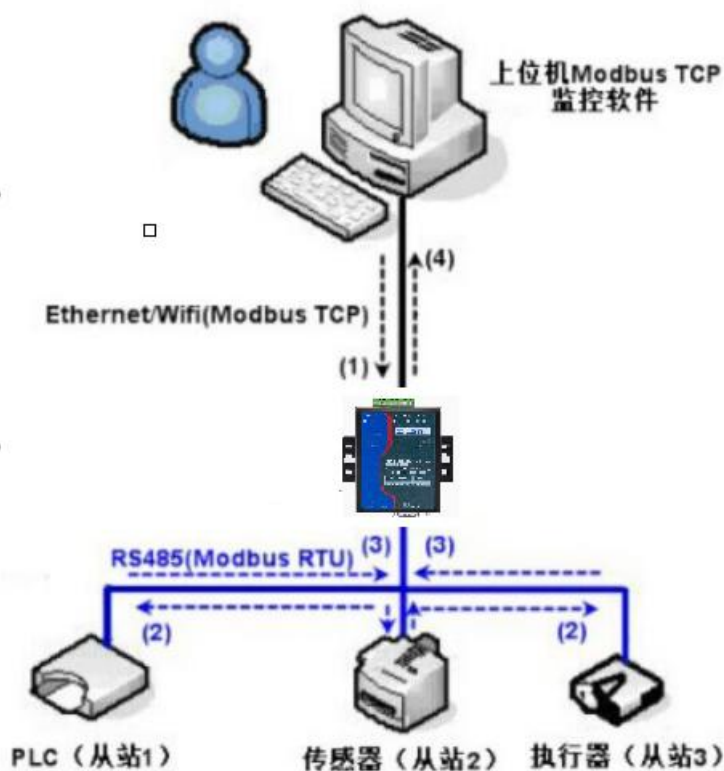

图 38 存储型 Modbus 网关工作方式
如图 38 所示：普通的 Modbus TCP 数据流方向为 (1) \rightarrow (2) \rightarrow (3) \rightarrow (4)。